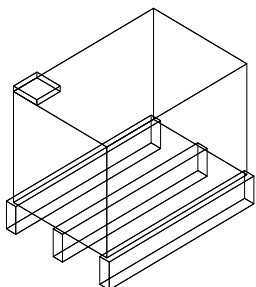

图 4-3 水箱的三维样式
**03** 将视图转换为三维视图，可以查看水箱的三维形式，结果如图 4-3 所示。